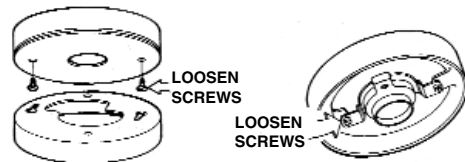

Figure 1
3. To attach the VXH/VFH (see Figure 1):
3. Pour fixer le dispositif VXH ou VFH (voir la figure 1):